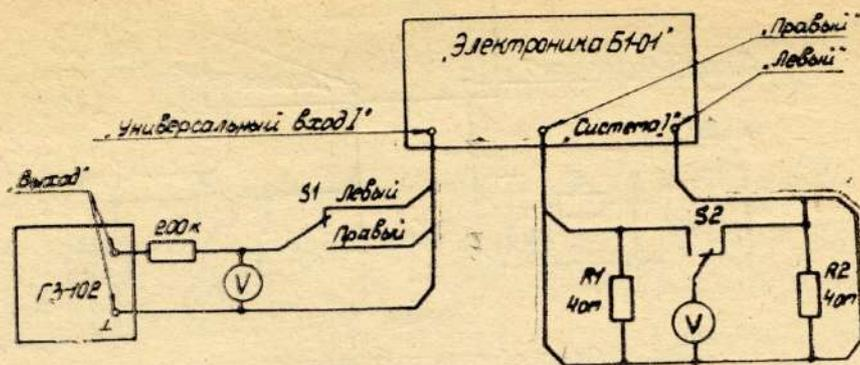

Рис. 3. Схема оборудования рабочего места.
- собрать рабочее место согласно рис. 3.
Соединить приборы согласно рис. 3.